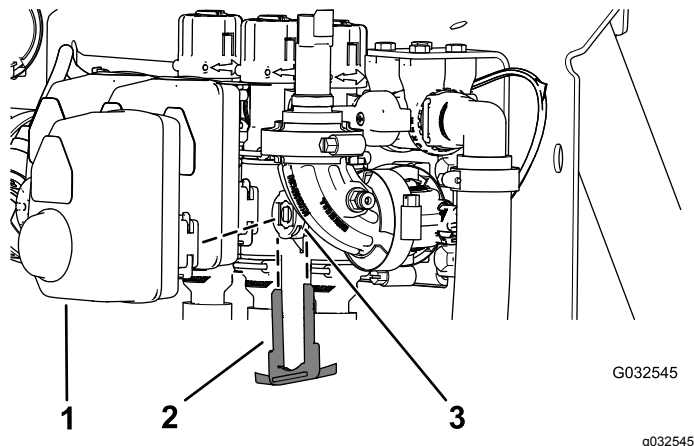

图105
2. 取下将致动器固定至喷洒臂段阀或搅拌阀歧管阀的卡环图105。